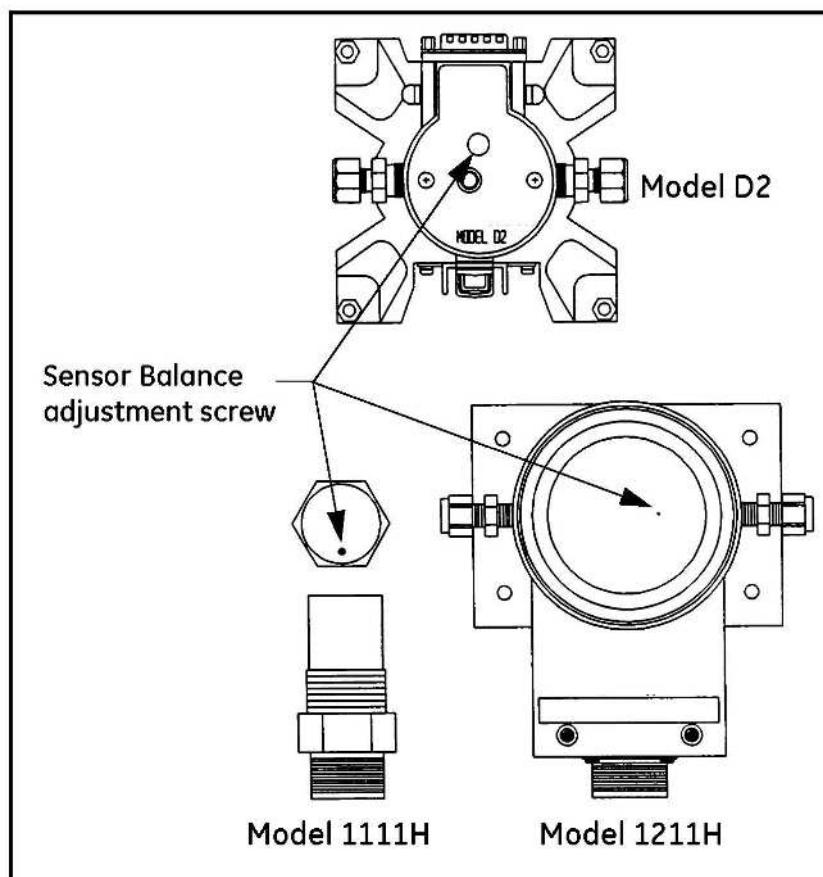

図 5-3 : バランス調整ネジの位置
5. スクエアがバランスバーの中央にない場合は、ネジまたは六角ドライバーで、マーカーがバーの中央に来るまでセンサのオプティカルバイアスネジ（図 5-3 参照）を調節します。